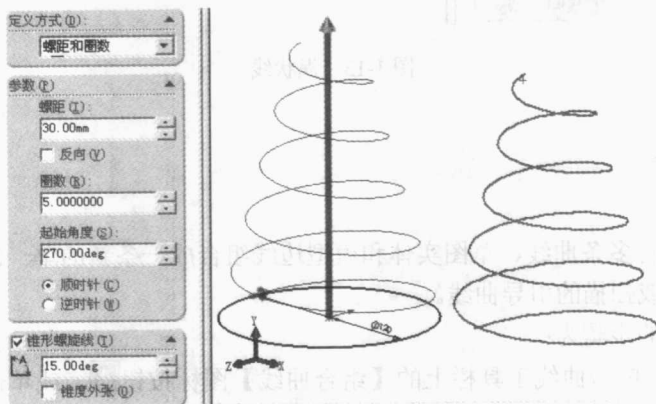

图 1-12 圆锥螺旋线
- (1) 单击→【零件】→【确定】。
- (2) 单击特征管理器中的上视→→→, 绘制 1 个直径为 120mm 的圆, 圆的直径控制螺旋线的直径, 退出草图。选择刚绘制的圆。
- (3) 单击曲线工具栏上的【螺旋线 / 涡状线】图标按钮, 在【螺旋线 / 涡状线 1】属性管理器和绘图区域中进行设置和选择, 如图 1-12 所示, 单击【确定】图标按钮。